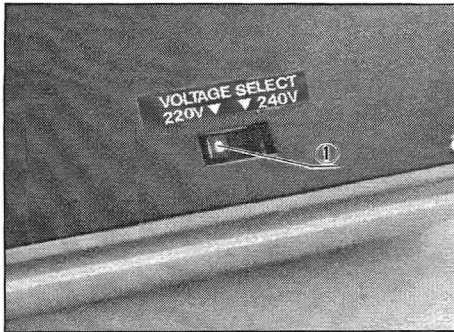

Abb. 5
Der Spannungswahlschalter ① ist auf 240 V einzustellen. Abb. 5 zeigt die Einstellung auf 220 V.